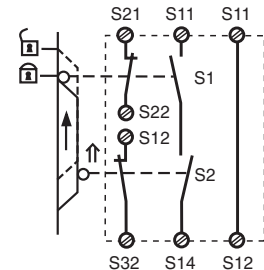

Fig. 7: Control de puerta de protección bicanal, rearme automático/Comando riparo mobile bicanale, start automatico/Tweekanalige hekbewaking, automatische start
- Fig. 7: rearme automático con control de puerta de protección: Con la puerta de protección abierta, el dispositivo se encuentra listo para el servicio a través del circuito de rearme S11-S14. Después de cerrar los circuitos de entrada S11-S12, S21-S22 y S12-S32 se cierran los contactos de seguridad.
- Fig. 7: start automatico con comando riparo mobile: il dispositivo, a riparo mobile aperto è pronto per il funzionamento tramite circuito di start S11-S14. Dopo la chiusura dei circuiti di ingresso S11-S12, S21-S22 e S12-S32 i contatti di sicurezza verranno chiusi.
- Fig. 7: automatische start bij hekbewaking: Het apparaat is bij geopend hek via het startcircuit S11-S14 startklaar. Na sluiten van de ingangscircuits S11-S12, S21-S22 en S12-S32 worden de veiligheidscontacten gesloten.